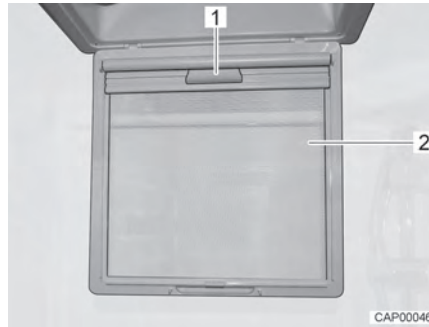

Bild 49 Mörkläggningsrullgardin
- Fäll ned insektsskyddet (Bild 49,2).
- Ta tag i mörkläggningsrullgardinen i handtaget (Bild 49,1) och dra nedåt tills den hakar i på motsatt sida.
- Koppla ur mörkläggningsrullgardinen i handtaget (Bild 49,1) och för den långsamt tillbaka till utgångsläget.
- Fäll upp insektsskyddet (Bild 49,2) så att det hakar i.